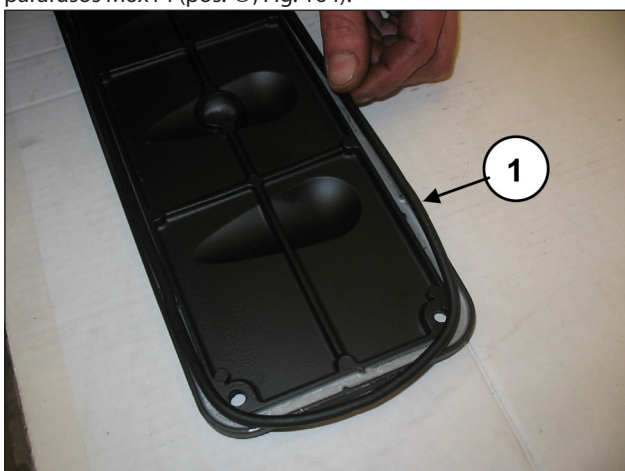
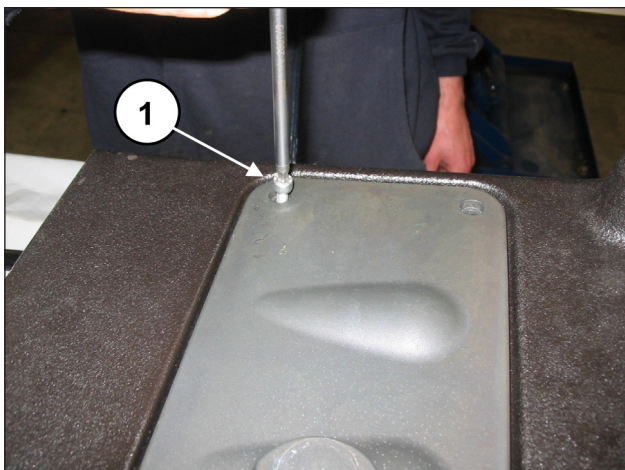

Fig. 163
Fig. 164
Nas coberturas de inspeção, insira o anel circular (pos. ①, Fig. 163) e monte as coberturas mediante o uso de 4+4 parafusos M6x14 (pos. ①, Fig. 164).